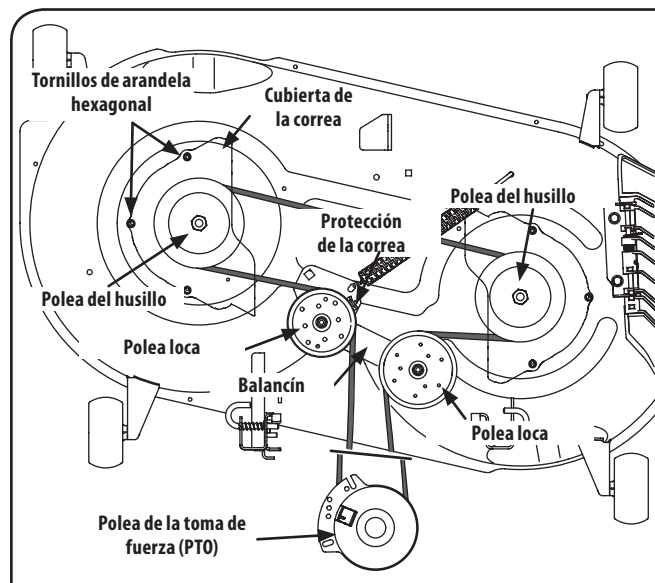

Figura 7-9
2. Retire los tornillos de arandela hexagonal que sujetan las cubiertas de las correas a la plataforma. Consulte la Figura 7-9.
5. Instale la nueva correa alrededor de las poleas del husillo tal como se muestra y reinstale las cubiertas de las correas. Consulte la Figura 7-9.